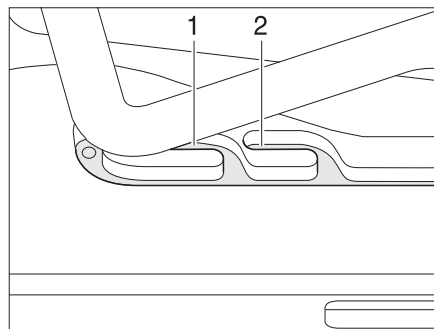
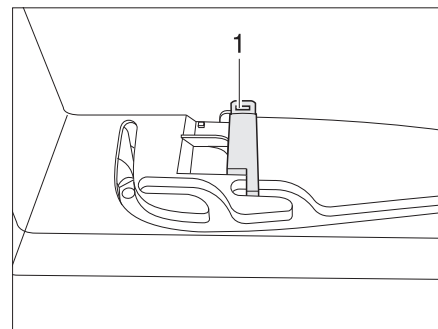

Fig. 87 Oblò Heki in posizione di ricircolo d'aria
Fig. 88 Bloccaggio della posizione di ricircolo d'aria
È possibile portare l'oblò Heki in due posizioni di ricircolo d'aria: Posizione brutto tempo (Fig. 87,1) e posizione centrale (Fig. 87,2). A seconda del modello è possibile bloccare l'oblò nella posizione centrale con il chiavistello (Fig. 88,1).
- Premere la staffa leggermente verso l'alto, spingerla nella guida selezionata (Fig. 87,1 o 2) ed eventualmente bloccarla.